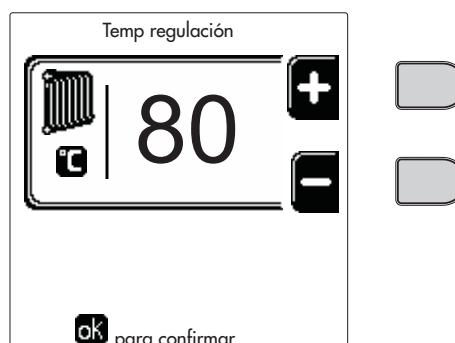

fig. 13
- **ON.** Ante una demanda de calefacción/ACS, la caldera funciona a la temperatura de regulación de la calefacción/ACS (fig. 13/fig. 15) programada.
- **OFF.** Ante una demanda de calefacción/ACS, la caldera funciona a la temperatura de regulación reducida. La temperatura reducida se obtiene restando la temperatura de regulación de la reducción (fig. 14/fig. 16) a la temperatura de regulación de la calefacción/ACS (fig. 13/fig. 15) programada.